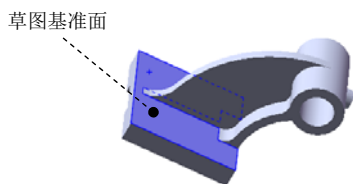
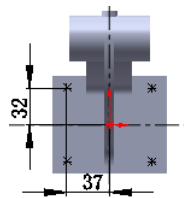

图 3.32.19 草图 1
图 3.32.20 横断面草图
Step11. 创建图 3.32.19 所示的草图 1。选择下拉菜单 **插入(I)** **草图绘制** 命令，选取模型表面作为草图基准面，绘制图 3.32.20 所示的横断面草图。